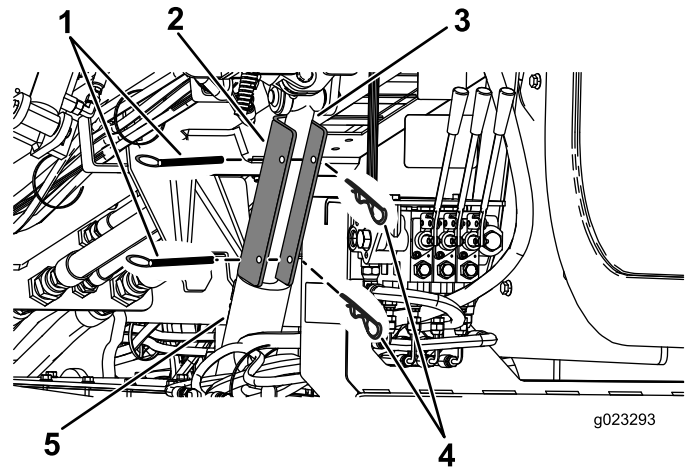

Bild 70
4. Positionieren Sie das Zylinderschloss über der Zylinderstange (Bild 70).
5. Befestigen Sie das Zylinderschloss mit dem Splint und dem Lastösenbolzen (Bild 70).
4. Entfernen Sie den Splint und den Lastösenbolzen, mit denen das Zylinderschloss befestigt ist (Bild 70).